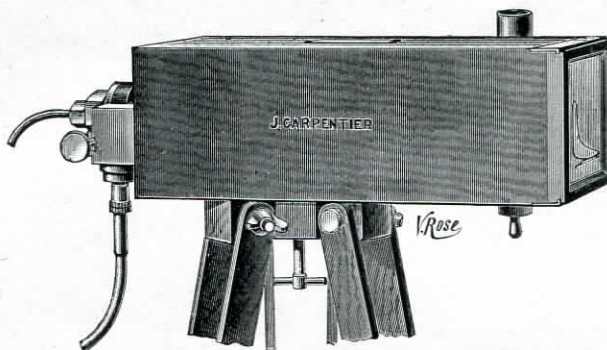

FIG. 59.
**Manographe Hospitalier Carpentier** (Fascicule 37) permettant d'observer et de photographier les diagrammes des moteurs (*figure 59*)..... 350. »